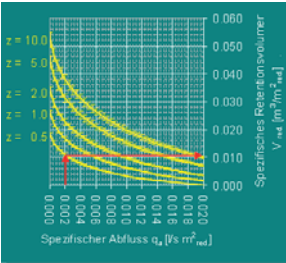

Abb. 3: Spez. Retentionsvolumen
- Schachtgröße und Retentionsvolumen bestimmen -> Abb. 3